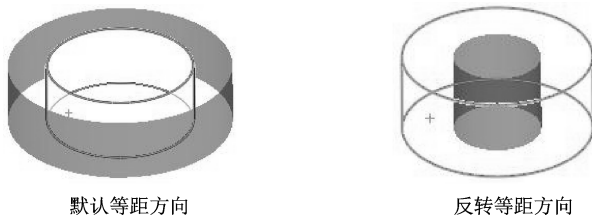

图 4-32 反转等距方向
- 反转等距方向：单击此按钮，更改等距方向，如图 4-32 所示。